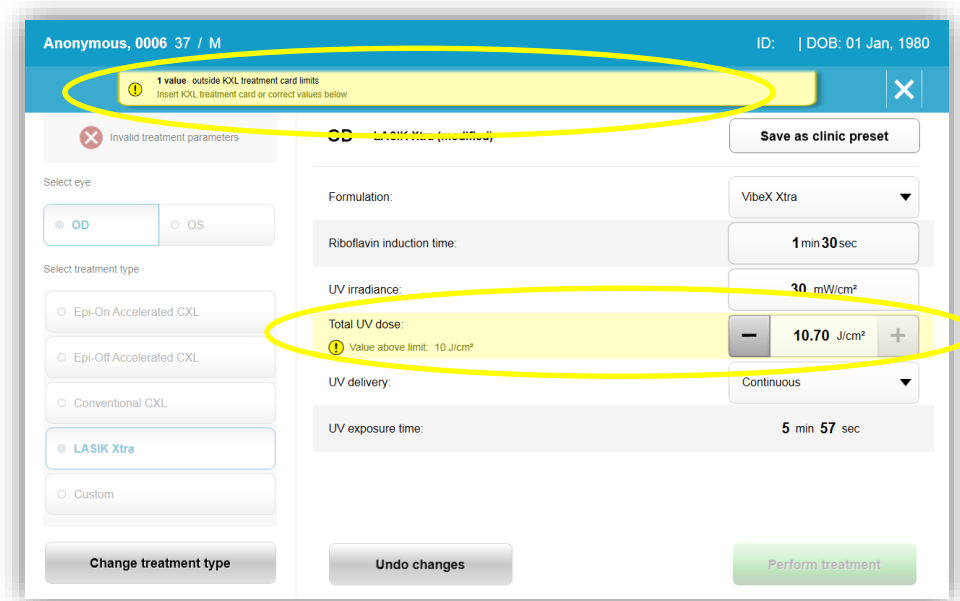

Abbildung 3-17. Ungültige Behandlungsparameter
- Wenn der Anwender die Behandlungskarte während der Programmierung der Behandlungsparameter stecken lässt, wird die folgende Nachricht bei einer Programmierung außerhalb der von der RSID-Karte zulässigen Werte erscheinen und die Option „Behandlung durchführen“ (Perform treatment) kann nicht ausgewählt werden (siehe Abbildung 3-17).